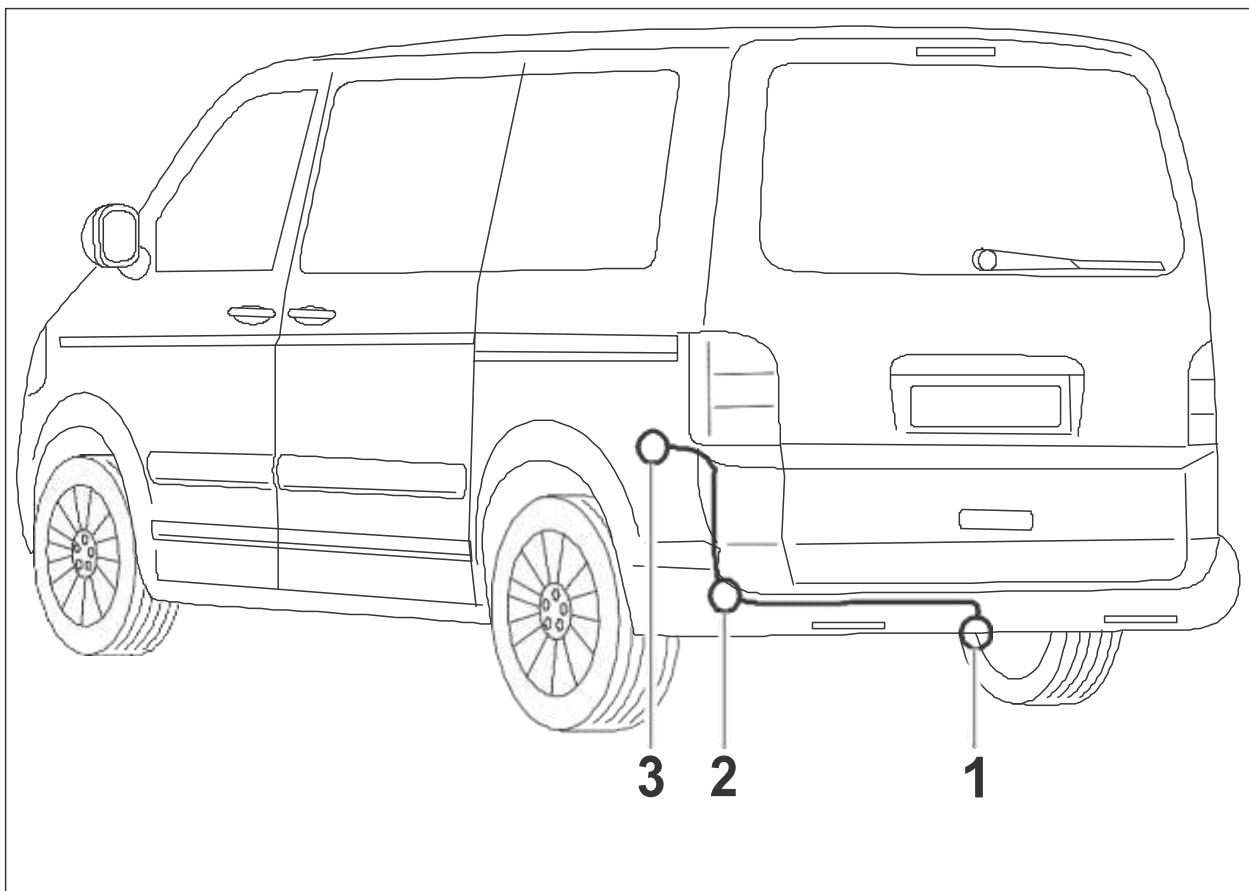

図1：取り付け概要
3. ワイヤーハーネスのソケットの末端を車両後ろ左にあるグロメット（図1/2）を通して外に向かってソケットホールドプレートに配線します（図1/1）。通し管を納品内容であるシーリングテープで追加的にシーリングします。
7. ソケットをソケットに取り付けられているねじでホールドプレート（図 1/1）に締め付け固定します。
9. 車両側のグロメット（図 1/2）ワイヤーハーネスに取り付け、ワイヤーハーネス上で外側から車両の穴に向かってスライドさせます。グロメットを納品内容であるシーリングプレート（シーリングテープ）で追加的にシーリングします。
10. 8 ピンおよび 12 ピンプラグを後ろ左にあるコネクターステーション（図 1/3）の該当するプラグに差込みロックします。場合によっては車両に装備されている 8 ピンジャンパープラグを引き抜きます（この後使用することはありません）。